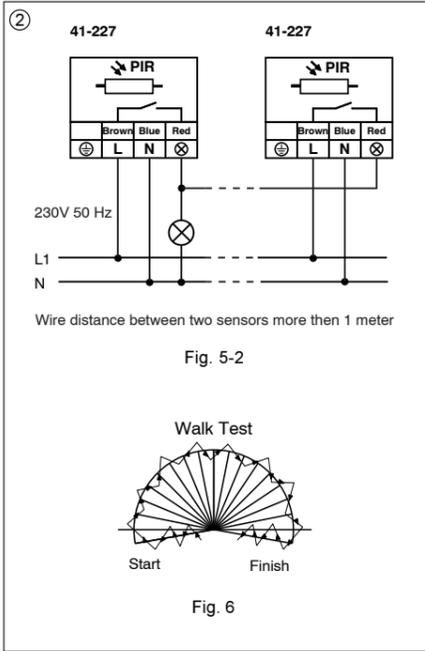

Fig. 5-2
4. Connexion en parallèle du 41-227 (FIG. 5-2).